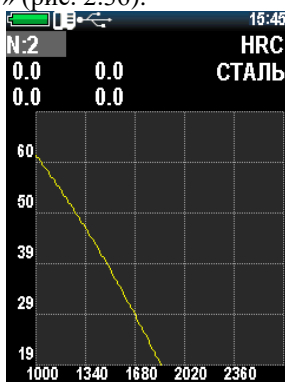

Рисунок 2.36 – Градуировка по двум точкам
4. Нажмите клавишу «  » для выбора количества точек калибровки, при наличии двух образцов необходимо выбрать 2 с помощью клавиш «  » и «  », для подтверждения нажмите «  » (рис. 2.36).